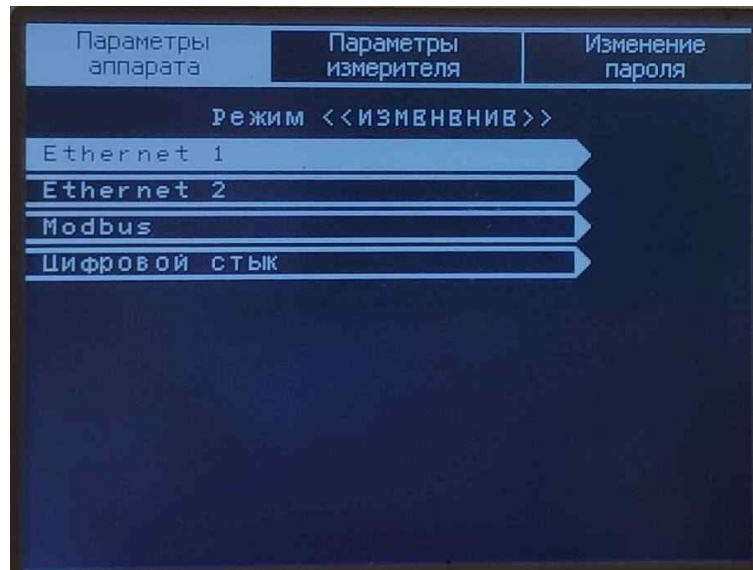

Рисунок 12 – Підрозділ «Конфігурація локальних мереж»
**2.1.4. «Конфігурація локальних мереж»** - підрозділ призначений для конфігурування параметрів локальних мереж Ethernet, Modbus, «Цифрового стику» (див. рисунок 12).